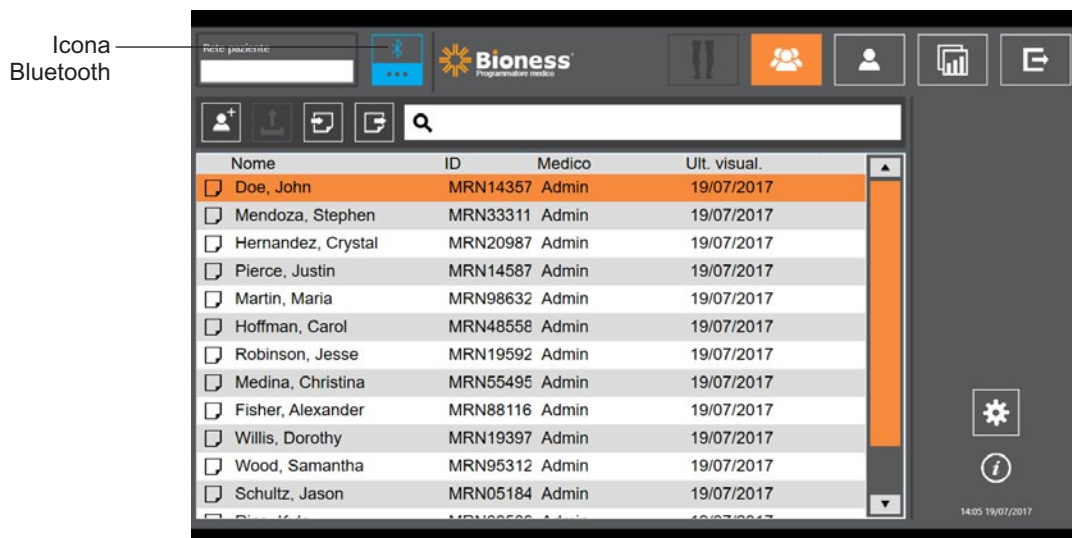

Figura 9-0: Icona Bluetooth®
3. Viene visualizzata la schermata del database pazienti. Premere l'icona Bluetooth® sulla barra di navigazione Vedere la Figura 9-0.